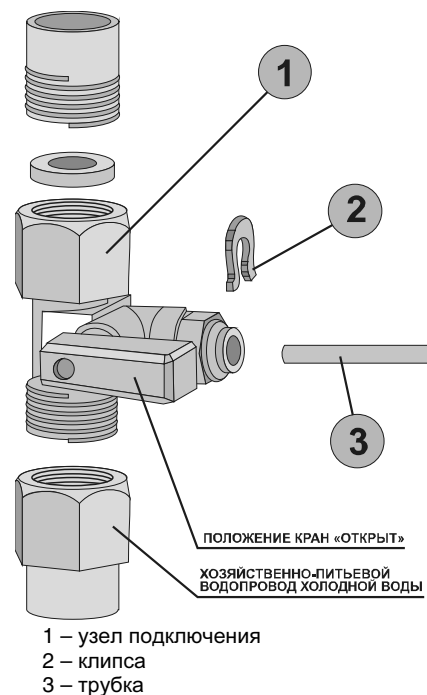

Рисунок 3. Узел подключения
3.3. К узлу подключения (1,2 м) (Рис. 3, поз. 3)	1 шт.
7. Узел подключения: (Рис. 3)
### 5.1 Установка узла подключения (рис. 3)